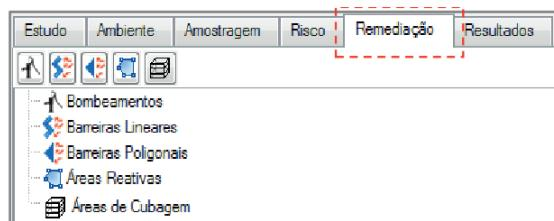

Figura 2.122 Módulo Remediação.
O módulo **Remediação** tem como objetivo a simulação das principais tecnologias de remediação sobre as áreas impactadas, e auxiliar o usuário na tomada de decisão sobre qual melhor técnica. Este módulo consiste em cinco (05) possíveis técnicas que podem ser utilizadas: **Bombeamentos, Barreiras Lineares, Barreiras Poligonais, Áreas Reativas e Áreas de Cubagem** (Figura 2.122).